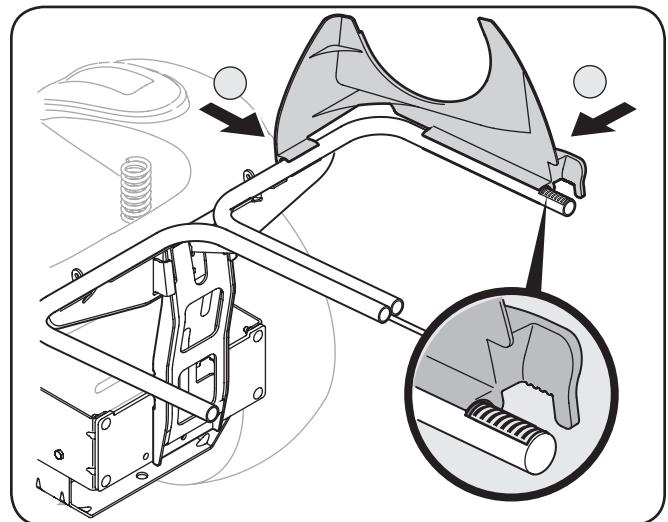

Figure 4-12
1. Insérez la goulotte de descente supérieure de plastique en place en enclenchant d'abord la partie latérale sur le rail de support du dispositif d'ensachage avec le bord du dispositif d'enclenchement aligné avec la ligne rouge, comme illustré à la figure 4-12.
2. Insérez la partie avant de la goulotte de descente au rail, comme illustré à la figure 4-12.